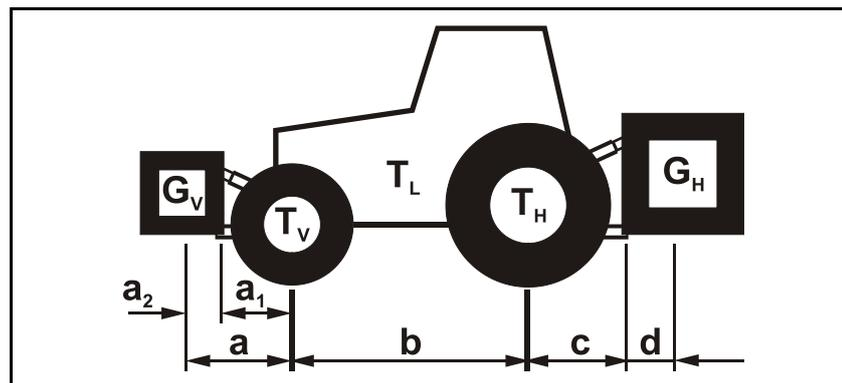

Fig. 57
3. Schutztrichter (Fig. 57/1) in die Montageposition drehen.
4. Schutzhälfte (Fig. 57/3) abziehen.